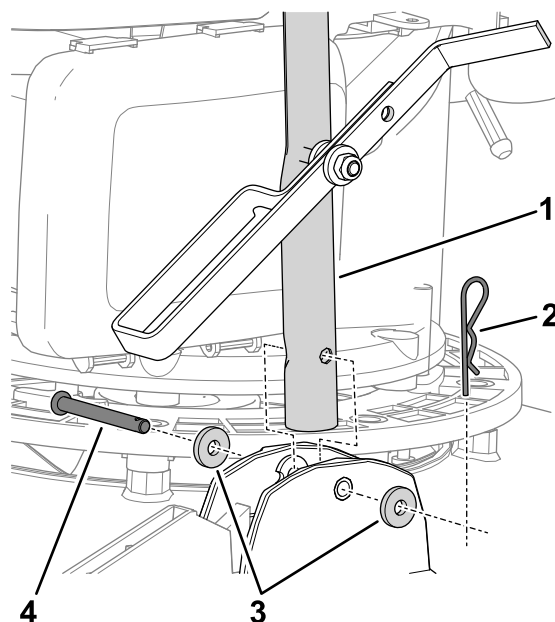

Figura 7
3. Allineate il foro della maniglia con i fori delle boccole (Figura 7) e fissate la maniglia alla macchina con 1 coppiglia, 2 rondelle (6 mm) e 1 coppiglia a forcella.